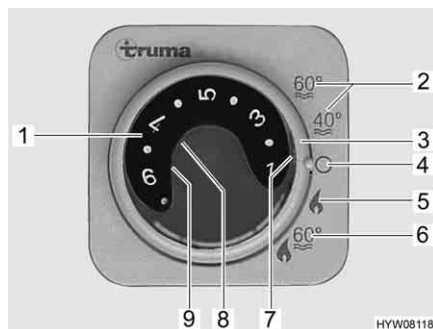

Fig. 110 Centralina di controllo per riscaldamento/boiler
- Impostare la modalità di funzionamento tramite l'interruttore girevole (Fig. 110,3).
A seconda della temperatura ambiente desiderata, il riscaldamento seleziona automaticamente il livello del bruciatore necessario. Al raggiungimento della temperatura ambiente desiderata, il bruciatore si spegne. Durante la modalità di funzionamento "Riscaldamento e boiler" (Fig. 110,6) è riscaldata anche l'acqua nel boiler. Nella modalità di funzionamento "Riscaldamento senza boiler" (Fig. 110,5) è possibile far funzionare il riscaldamento con il boiler vuoto.
- Impostare la manopola della temperatura (Fig. 110,1) sulla centralina di controllo scegliendo la potenza desiderata.
- Posizionare l'interruttore girevole (Fig. 110,3) su funzionamento invernale "Riscaldamento senza boiler" (Fig. 110,5) o "Riscaldamento e boiler" (Fig. 110,6).
Si accende la spia verde di controllo (Fig. 110,7).
- Posizionare l'interruttore girevole (Fig. 110,3) su "O" (Fig. 110,4).
La combinazione funzionamento a gas e funzionamento elettrico a 230 V diminuisce il tempo di riscaldamento del veicolo (è possibile solo se il riscaldamento viene impostato sulla centralina di controllo (Fig. 110) su funzionamento invernale).